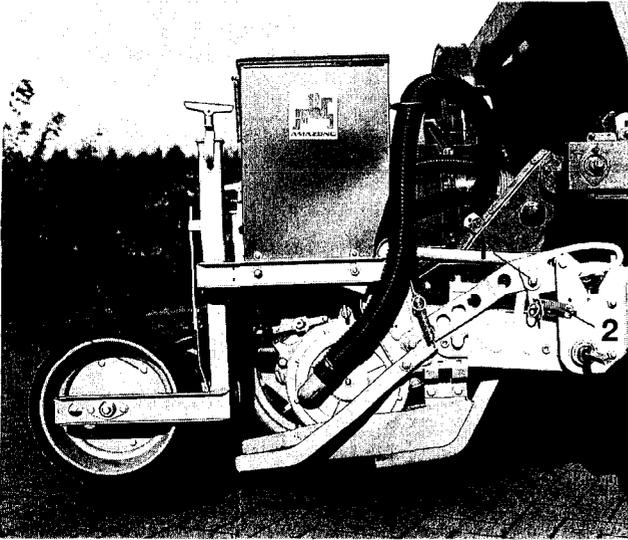

Fig. 35
- Klinke (Fig. 35/1) durch Aushängen der Zugfeder (Fig. 35/2) entriegeln.
- Säaggregat (Fig. 35/3) soweit hochheben, bis Klinke automatisch ausrastet.